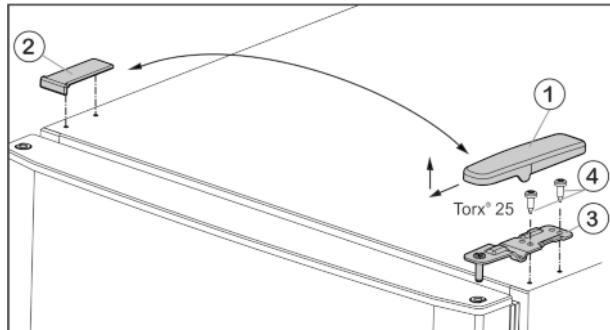
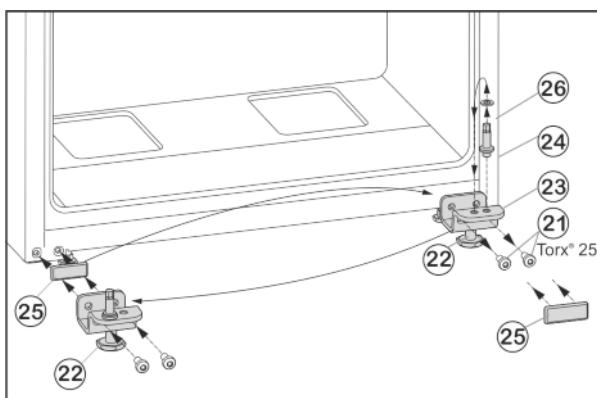

Fig. 5
Fig. 7
- Изтеглете покритието Fig. 5 (1) напред и нагоре.
- Свалете покритието Fig. 5 (2).
- Развийте горната лагерна стойка Fig. 5 (3) с (2 x Torx® 25) Fig. 5 (4) и издърпайте нагоре.
- ▶ Развийте закрепващите винтове Fig. 7 (21).
- ▶ Свалете долната лагерна опора Fig. 7 (23) заедно с лагерния болт Fig. 7 (24), шайбата Fig. 7 (26) и крака Fig. 7 (22).
- ▶ Развийте лагерния болт Fig. 7 (24) заедно с шайбата Fig. 7 (26), поставете го в срещуположния отвор за лагерната опора и го завийте отново.
- ▶ Внимателно свалете покриващата плоча Fig. 7 (25) и я преместете на срещуположната страна.
- ▶ Отново завийте долната лагерна опора Fig. 7 (23) заедно с лагерния болт Fig. 7 (24), шайбата Fig. 7 (26) и крака Fig. 7 (22) върху новата страна на пантите, евент. с помощта на акумулаторна отвертка (**с 4 Nm**).
- ▶ Поставете долната врата отгоре върху лагерния болт Fig. 7 (24).
- ▶ Поставете средната лагерна опора (13), завъртяна на 180° в долната врата и я завийте съсзакрепващите винтове (11)(2 x Torx® 25) върху новата шарнирна страна (**с 4 Nm**).
- ▶ Поставете отново пластмасовия диск (10).
- ▶ Поставете горната врата върху лагерната опора в средата (13).
- ▶ Поставете горната лагерна опора Fig. 5 (3) върху новата страна на шарнира във вратата.
- ▶ Затегнете горната лагерна опора **здраво** (**с 4 Nm**) (2 x Torx® 25) Fig. 5 (4). Евентуално използвайте акумулаторна отвертка.
- ▶ Поставете капака Fig. 5 (1) от срещуположната страна отвън и го фиксирайте.
- ▶ Поставете капака Fig. 5 (2) също от срещуположната страна отгоре и го фиксирайте.
- ▶ Развийте крака Fig. 7 (22) на лагерната опора долу Fig. 7 (23), докато опре върху пода.